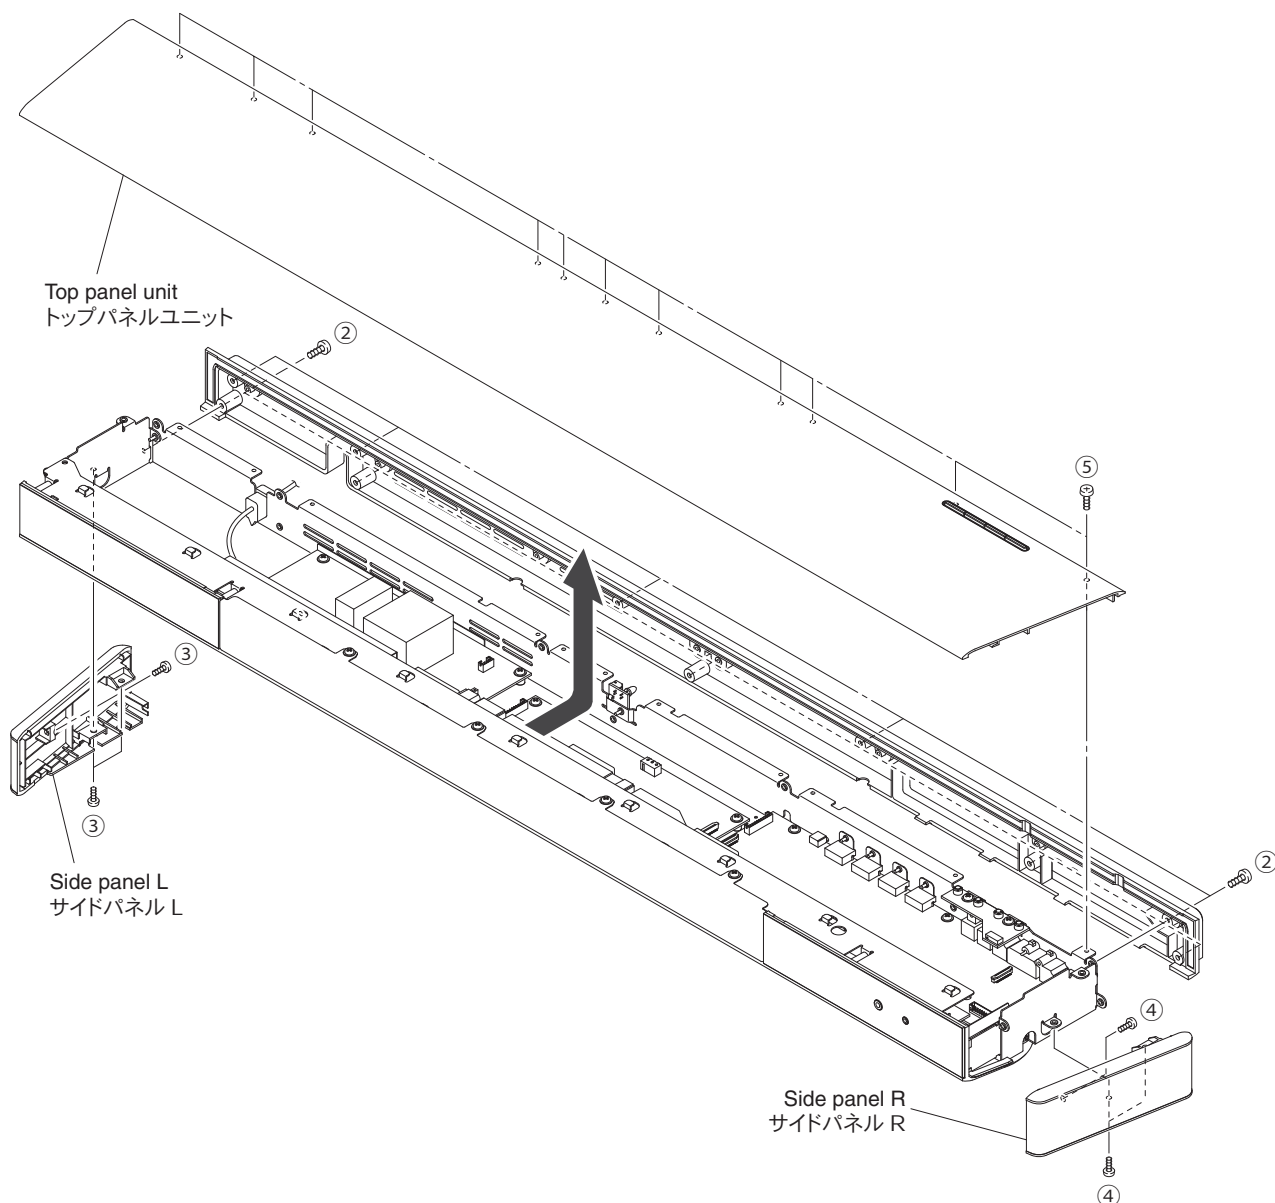

Fig. 2
- Remove 10 screws (②). (Fig. 2)
- Remove the rear cover. (Fig. 2)
- Remove 3 screws (③). (Fig. 2)
- Remove the side panel L. (Fig. 2)
- Remove 3 screws (④). (Fig. 2)
- Remove the side panel R. (Fig. 2)
- Remove 11 screws (⑤). (Fig. 2)
- Remove the top panel unit. (Fig. 2)
- ② のネジ 10 本を外します。(Fig. 2)
- リアカバーを外します。(Fig. 2)
- ③ のネジ 3 本を外します。(Fig. 2)
- サイドパネル L を外します。(Fig. 2)
- ④ のネジ 3 本を外します。(Fig. 2)
- サイドパネル R を外します。(Fig. 2)
- ⑤ のネジ 11 本を外します。(Fig. 2)
- トップパネルユニットを外します。(Fig. 2)